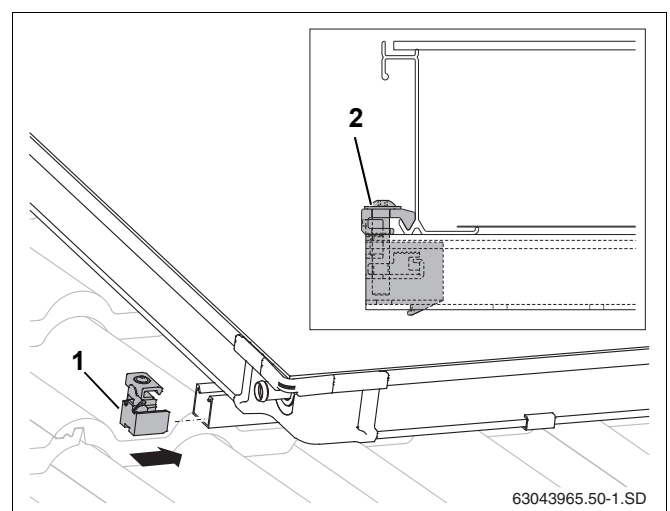

Рис. 49 Односторонний зажим коллектора слева
- Задвиньте односторонние зажимы (рис. 49, поз. 1) в верхнюю и нижнюю профильные шины.
- Придвиньте зажимы к раме коллектора и затяните ключом SW 5 (рис. 49, поз. 2).